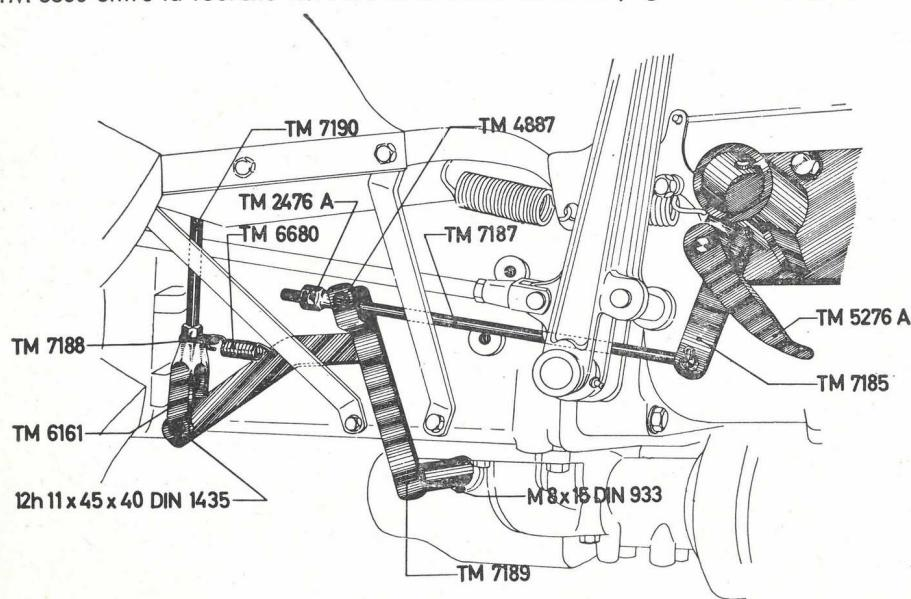

Fig. 9
10. Placer le levier de débrayage TM 7189 sur le tourillon à dentelure et l'y fixer à l'aide de la vis M 8×15. Introduire ensuite la tige de débrayage TM 7190 dans la plaque TM 7191. La liaison entre la tige TM 7190 et la partie coudée du levier TM 7189 est assurée par le boulon 12h 11×45. Accrocher le ressort de traction TM 6680 entre la fourche TM 7188 et le levier de débrayage TM 7189 (Fig. 9).
Introduire ensuite l'extrémité coudée de la barre de débrayage TM 7187 dans l'éclisse TM 7185 et assurer la liaison au moyen d'une rondelle et d'une goupille (Fig. 9).
au moment voulu, c'est-à-dire dès que la barre a franchi la position andain. La correction éventuelle s'effectue en modifiant la longueur de la tige de débrayage TM 7187 (Fig. 9). A la position andain, cette tige ne doit pas encore exercer de traction sur le levier de commande, ce qui entraînerait une usure prématuée de la bague de friction.